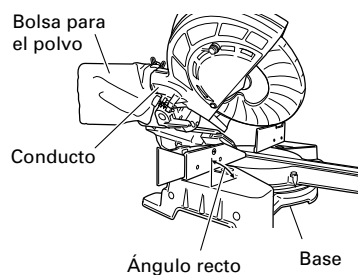

Fig. 46
- (1) Cuando la bolsa para el polvo esté llena de polvo, dicho polvo saldrá soplado de la bolsa para el polvo cuando gire la hoja de sierra. Compruebe periódicamente y vacíe la bolsa para el polvo antes de que se llene.
- (2) Durante el corte en bisel y compuesto, fije la bolsa para el polvo en ángulo recto con relación a la superficie de la base como se muestra en la Fig. 46.